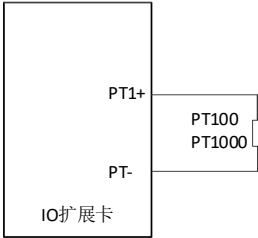

图 5-11 PT100/PT1000 使用扩展卡进行温度测量
- 步骤1 按照图 5-11 连接好扩展卡 EC-IO502-00 和 PT100/PT1000。